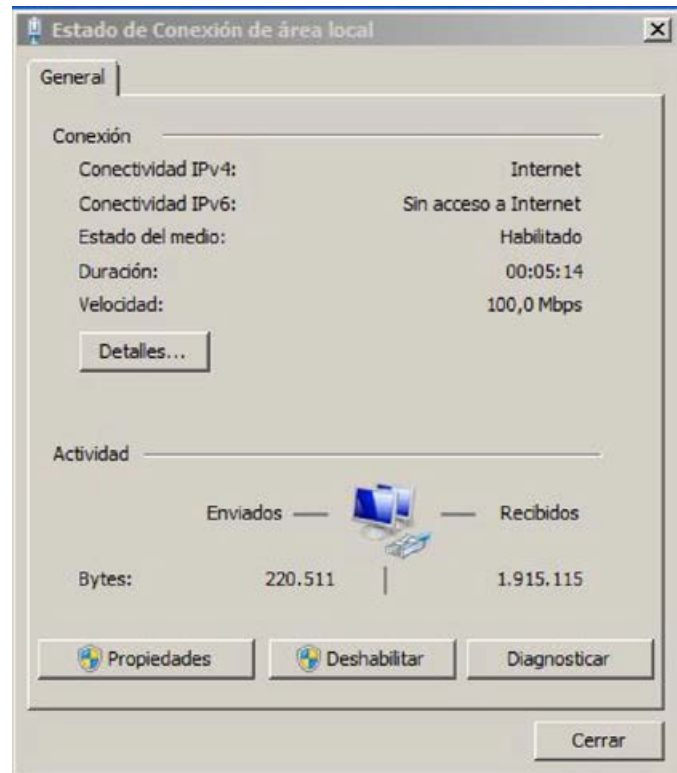

Fig. 12: Estado de la conexión LAN
5. ▶ Seleccione «Propiedades» (Fig. 12).